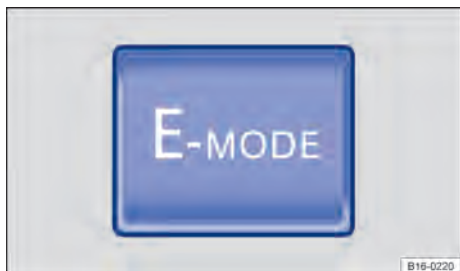

Fig. 21 Na parte inferior do console central: botão para o modo de condução E-MODE.
Para *ativar* ou *desativar* o modo de condução E-MODE, pressionar o botão  ⇒ Fig. 21.
- O botão para o modo de condução E-MODE  ⇒ Fig. 21 foi pressionado uma segunda vez.